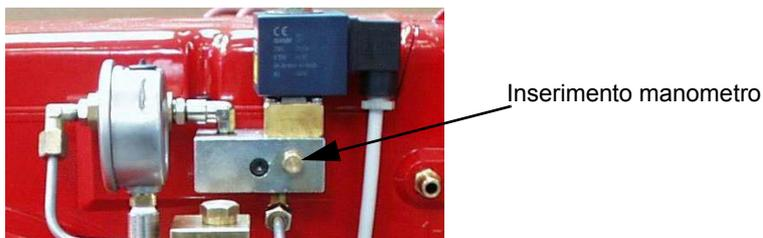

Fig. 14 - Blocchetto distributore gasolio (PG60)
- (RD) I Alta fiamma
- (BU) II Sosta
- (OG) III Bassa fiamma
- (YE) IV -
- (BK) V -
- (GN) VI -
- 9 La pressione di alimentazione ugello è già pre-tarata in fabbrica e non deve essere cambiata. Solo se necessario, regolare la pressione di alimentazione (vedi relativo paragrafo) nel modo seguente: inserire un manometro nella posizione indicata in Fig. 14-Fig.